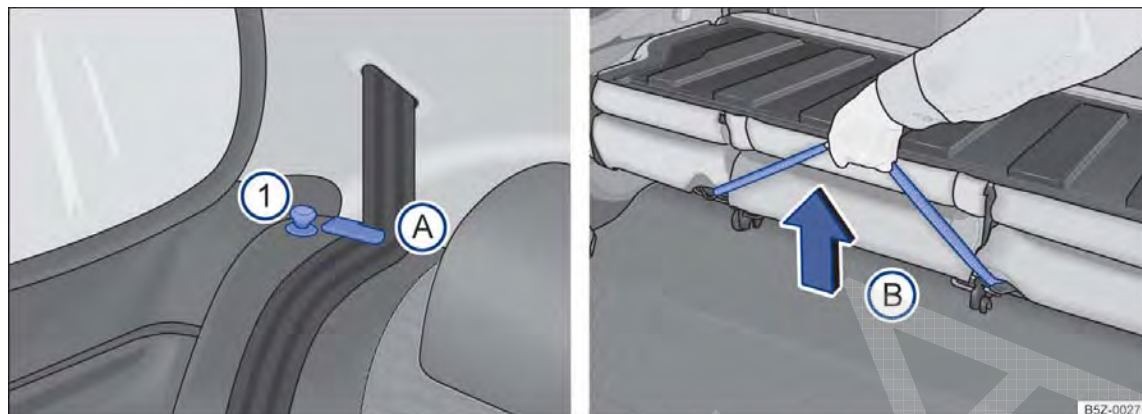

Fig. 74 Banco traseiro: pinos de destravamento ①; posicionador para os cadarços dos cintos ①A; alça para destravamento do conjunto do assoalho ①B.
- Posicionar os cadarços dos cintos de segurança nos seus respectivos posicionadores → Fig. 74 ①A.
- Levantar o pino → Fig. 74 ① de destravamento em ambos os lados para cima e, ao mesmo tempo, rebater o encosto do banco traseiro para frente.
- Puxar a alça → Fig. 74 ①B para destravar o conjunto do assoalho e, ao mesmo tempo, levante-o **cuidadosamente** na direção dos bancos dianteiros.
- Segurar o banco traseiro pela alça → Fig. 74 ①B e, soltar de uma altura de 15 cm. ▶
- Retirar os cadarços do cinto de segurança do posicionadores → Fig. 74 (A). Para veículos com cintos de três pontos fixos, recolocar as linguetas nos respectivos fechos.